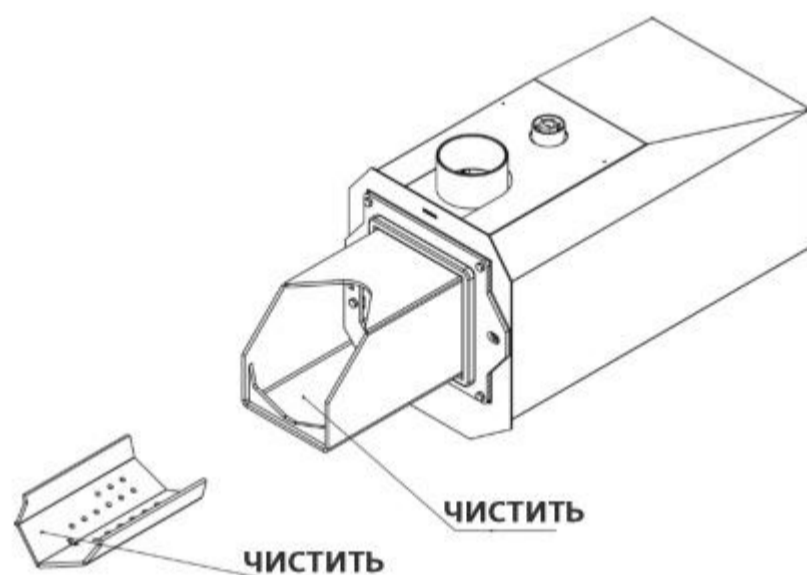

Рис. 16 Чистка горелки Платинум Био.
3. Снять решетку горелки и очистить ее (обратить внимание на проходимость аэрационных проводов). Очистить корпус решетки горелки (рис.16 )